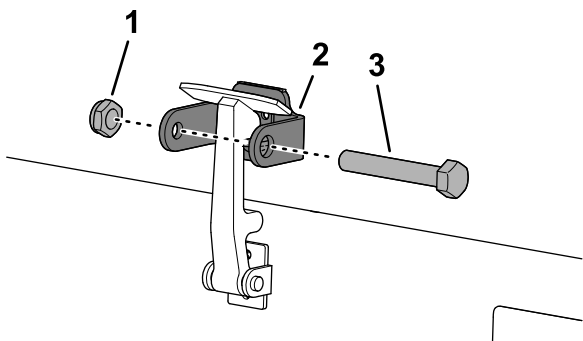

**Figura 36**
7. Enganche el cierre en el cerradero del capó (Figura 36).